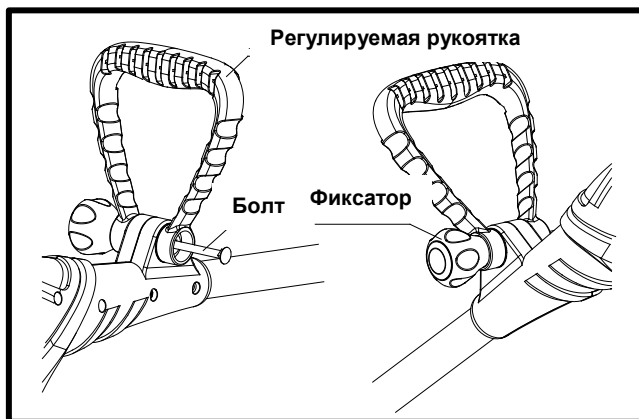

Рис.3
6.2. Подсоединение дополнительной рукоятки (Рис.3).
- Поверните фиксатор рукоятки и извлеките болт из регулируемой рукоятки (Рис.3)